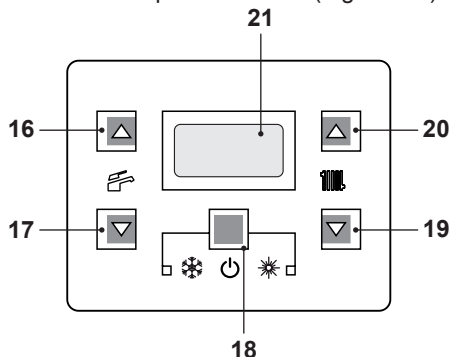
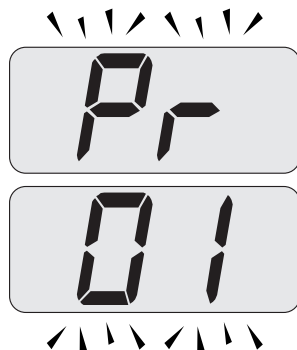
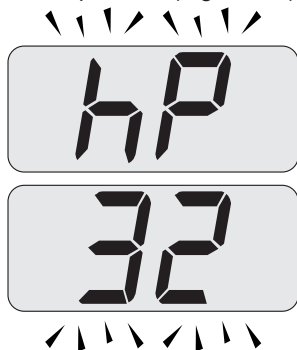

Figura 7.2
Figura 7.3
Figura 7.5
- Entrare in "modalità programmazione" premendo contemporaneamente per 10 secondi i tasti 18 - 19 - 20 (Figura 7.2) fino a far apparire sul display LCD le lettere **Pr** che si alternano con il codice **01**, indicanti l'entrata nel "parametro 01" (Figura 7.3).
- Premere contemporaneamente i tasti 19 e 20 (Figura 7.2) fino a far apparire sul display LCD le lettere **LP** che si alternano con il valore di temperatura dell'acqua di riscaldamento (es. **45**), indicanti l'entrata nell'attivazione della "funzione spazzacaminò" alla potenza minima (Figura 7.4).
- Premere il tasto 20 (Figura 7.2) per entrare in modalità "spazzacamino alla potenza minima in riscaldamento". Sul display appare **hP** alternato alla temperatura dello scambiatore primario (Figura 7.5).
- Premere il tasto 19 (Figura 7.2) fino a far apparire sul display LCD le lettere **LP** che si alternano con il valore di temperatura dell'acqua di riscaldamento (es. **60**), indicanti l'entrata nell'attivazione della "funzione spazzacamino" alla potenza minima in sanitario (Figura 7.8).
- Spegnerne la caldaia tenendo premuto per 2 secondi il tasto 18 (Figura 7.2) fino a far apparire sul display LCD il simbolo  (Figura 7.9).